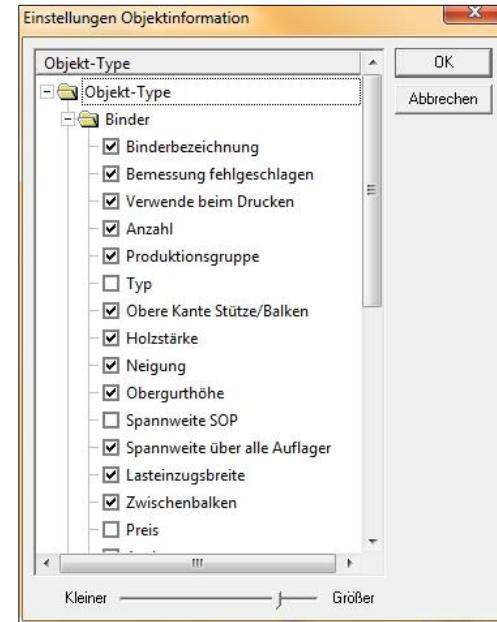

Abb. A5
Die **Objektinformation (X)** kann, genau wie auch die Statusleiste, über **Ansicht > Objektinformation** aktiviert bzw. deaktiviert werden. Sie gelangen über die rechte Maustaste in der Objektinformationsanzeige zu den Einstellungen. In dem Dialogfenster *Einstellungen Objektinformation* (Abb. A5) können Sie die anzuzeigenden Angaben zu Binder, Wände und Dachflächen wählen. Mit Hilfe des Schiebereglers (*Kleiner > Größer*) kann die Größe der Objektinformationsleiste, je nach Bildschirmauflösung, eingestellt werden.